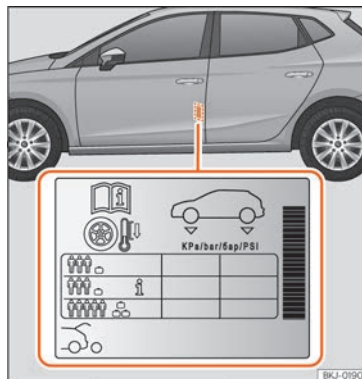

Fig. 197 Localização do autocolante da pressão de ar dos pneus.
- Adapte a pressão dos pneus à carga transportada pelo veículo »» **Fig. 197.**
Os valores da pressão de enchimento indicam-se na etiqueta autocolante situada na zona posterior da moldura da porta dianteira esquerda »» **Fig. 197.**
Dependendo do veículo, pode adaptar-se a pressão de ar dos pneus para meia carga para aumentar o conforto de condução (pressão de ar dos pneus **i** »» **Fig. 197**). Quando se circula com a pressão de ar de conforto, o consumo de combustível pode aumentar ligeiramente.
A pressão dos pneus tem de ser ajustada à carga momentânea do veículo. Se pretender utilizar o veículo com a carga máxima, terá de aumentar a pressão dos pneus para o valor máximo indicado na etiqueta »» **Fig. 197.**
No caso de uma roda de emergência mais estreita (125/70 R16 o 125/70 R18), encher a 4,2 bar de pressão segundo indicado na etiqueta de pressão dos pneus »» **Fig. 197.**
- O condutor é responsável por garantir que todos os pneus do veículo estejam cheios com a pressão correta. A pressão de ar recomendada está indicada num autocolante »» **Fig. 197.**
- Com os pneus a frio, deve manter-se sempre a pressão indicada no autocolante »» **Fig. 197.**